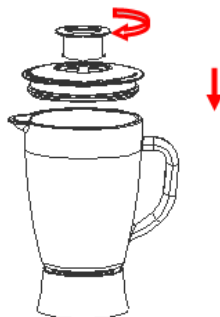

Рис. 4
2) Переверните чашу и установите основанием вниз. Установите уплотнительное кольцо 1 на нижнюю часть крышки, затем установите крышку на чашу. Поместите мерный колпачок точно в крышку, вставив небольшие выступы с обеих сторон колпачка в пазы крышки и повернув колпачок по часовой стрелке до упора. (См. Рис. 4)